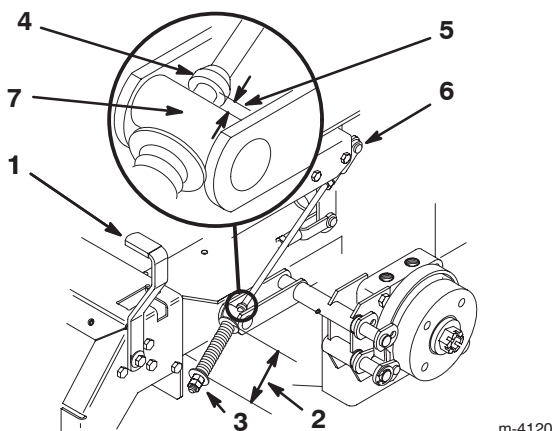

Figure 59
2. Mesurez la longueur du ressort ; les rondelles doivent être distantes de 74 mm (2-3/4 pouces) (Fig. 59).
- A. Desserrez l'écrou de blocage situé sous le ressort et serrez l'écrou directement au-dessous de la chape (Fig. 59).
6. Mesurez la distance entre le galet de tourillon et le collier sur la tige de frein. Elle doit être comprise entre 5 et 7 mm (3/16 et 1/4 pouce) (Fig. 59).
- B. Tournez les écrous de réglage inférieurs jusqu'à obtention de l'écart voulu (Fig. 59).